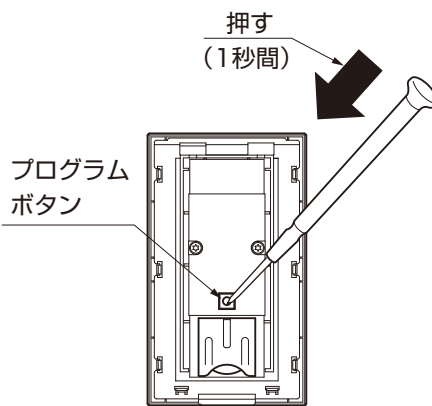

図15-2
- 登録済みのカードリモコンを紛失してしまった等の場合、代わりにワイヤレス壁スイッチのスイッチ本体を外して、プログラムボタンを精密ドライバーなどで（約1秒）押しして再設定してください。（図15-2参照）